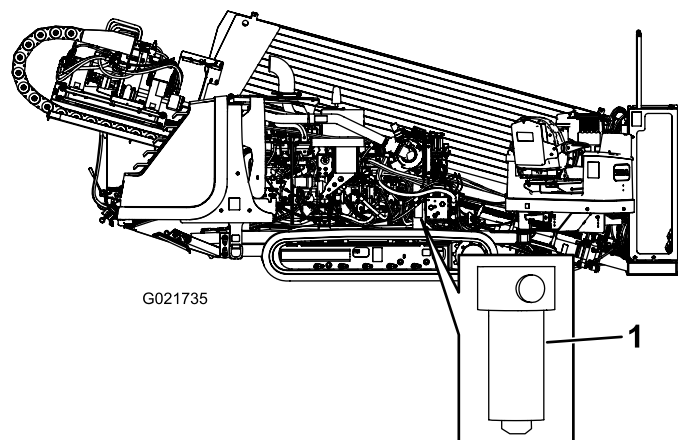

Рисунок 146
- Снимите фильтр линии нагнетания гидравлической жидкости с помощью ключа для фильтров (Рисунок 146).